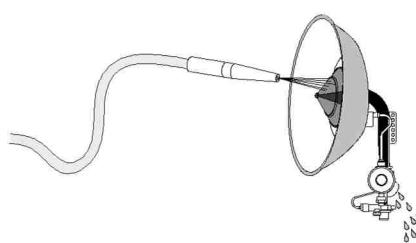
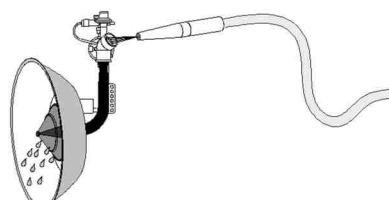

Fig. 16
Fig. 17
b) Limpieza con agua (Fig. 16 y Fig. 17)
- Coloque el radiador en posición vertical, con la entrada de gas hacia abajo. Proteja con la mano o una bolsa la válvula de seguridad y rocíe con el chorro de agua varias veces toda la superficie de los conos para eliminar el polvo del cono interno. El agua debe salir por la entrada de aire del radiador (Fig. 16).
- Déle la vuelta al equipo y dirija el chorro de agua a través de la abertura de entrada de aire. El agua debería salir por los conos (Fig. 17).
b) Cleaning with water (Fig. 16 and Fig. 17)
- Position the brooder upright, with the gas connection facing down. Protect the safety valve with your hand or using a bag, and spray the water jet several times over the entire surface area of the cones, to remove all dust from the inner cone. The water should come out through the brooder's air inlet (Fig. 16).
- Turn the appliance over and direct the water jet through the air inlet opening. The water should come out through the cones (Fig. 17).
b) Nettoyage à l'eau (Fig. 16 et Fig. 17)
- Placez le radiateur en position verticale, avec l'entrée de gaz vers le bas. Protégez la vanne de sécurité avec la main ou un sachet en plastique et arrosez plusieurs fois avec le jet d'eau la surface des cônes afin d'éliminer la poussière du cône interne. L'eau doit sortir par l'entrée d'air du radiateur (Fig. 16).
- Retournez le radiateur et dirigez le jet d'eau au travers de l'ouverture de l'entrée d'air. L'eau devrait sortir par les cônes (Fig. 17).